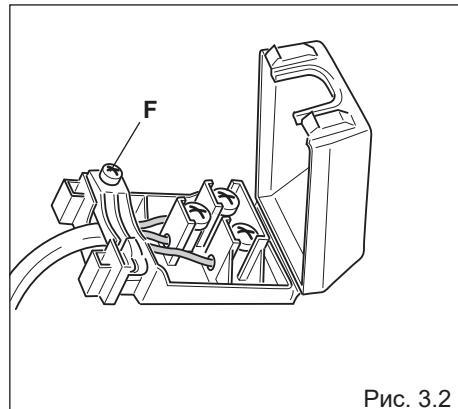

Рис. 3.2
- Откройтесь сальниковое уплотнение кабеля, отвинтив винт "F" (Рис. 3.2), открутите винт, скрепляющий зажим и извлеките кабель.